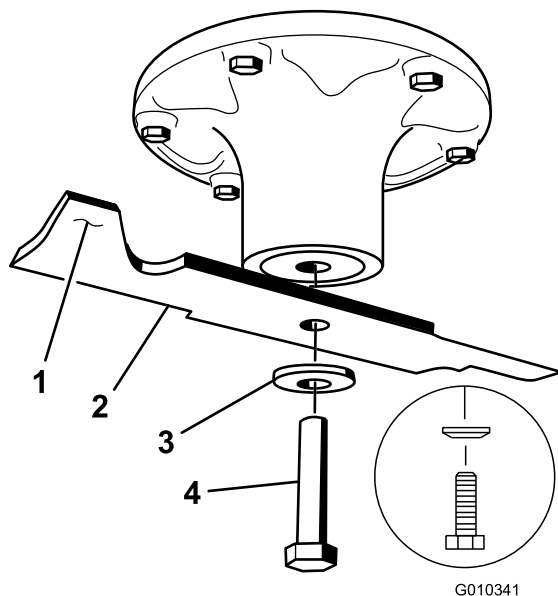
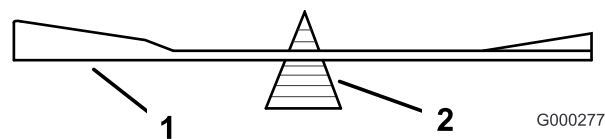

Figure 66
Figure 68
Tenez la lame à son extrémité avec un chiffon ou un gant épais. Enlevez de l'axe, le boulon, la rondelle bombée et la lame (Figure 66).
- Placez la lame sur l'axe (Figure 66).
- Installez la rondelle élastique et le boulon de la lame. Le cône de la rondelle élastique doit être dirigé vers la tête du boulon (Figure 66). Serrez le boulon de lame à un couple de 135 à 150 Nm.
- Vérifiez l'équilibre de la lame en la plaçant sur un équilibreur (Figure 68). Si la lame reste horizontale, elle est équilibrée et peut être utilisée. Si la lame est déséquilibrée, limez un peu l'extrémité de la partie relevée seulement (Figure 66). Répétez la procédure jusqu'à ce que la lame soit équilibrée.